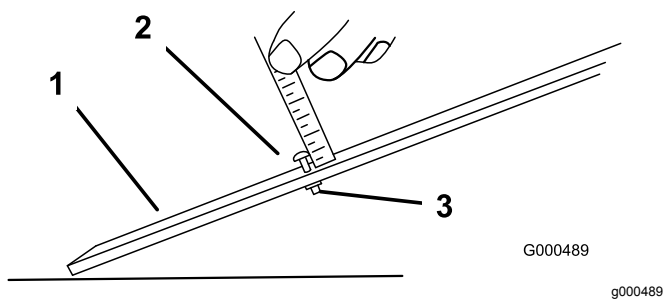

Figura 13
1. Afloje la tuerca de la barra de ajuste y ajuste el tornillo para la altura de corte deseada (Figura 13).